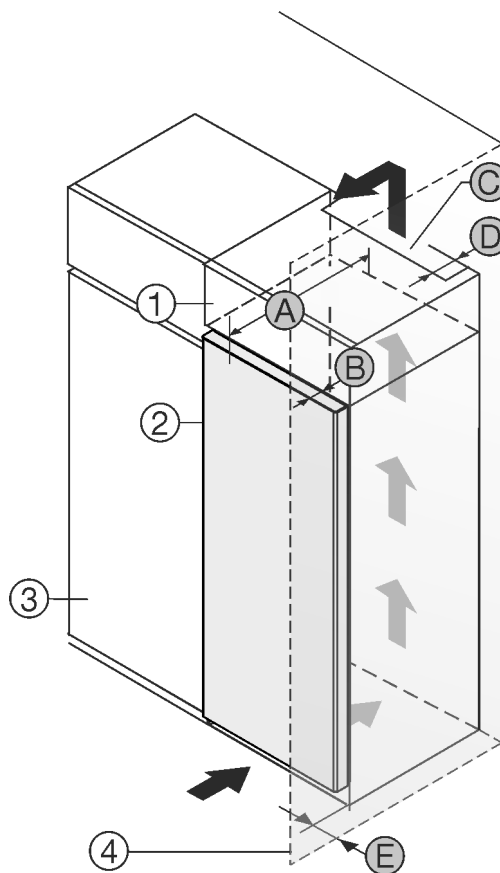

Fig. 1
- (1) Rehausse\*
- (2) Appareil\*
- (3) Placard de cuisine\*
- (4) Mur\*
- (A) Profondeur de l'appareil\*
- (B) Profondeur de porte\*
- (C) Section de ventilation\*
- (D) Distance du dos de l'appareil\*
- (E) Distance par rapport au côté de l'appareil\*
Vous pouvez placer le réfrigérateur directement à côté de l'armoire de cuisine Fig. 1 (3)\*.
Une sortie d'air avec la profondeur Fig. 1 (D) doit être présente au dos de la rehausse sur toute sa largeur.\*
La section de ventilation Fig. 1 (C) sous plafond doit être respectée.\*
Si le réfrigérateur est installé avec les charnières près d'une paroi Fig. 1 (4), la distance entre le réfrigérateur et la paroi doit être d'au moins 13 mm.\*
Si le réfrigérateur est installé avec les charnières près d'une paroi Fig. 1 (4), la distance entre le réfrigérateur et la paroi doit être d'au moins 20 mm.\*
Pour pouvoir ouvrir complètement les portes, le réfrigérateur doit dépasser de la profondeur de la porte Fig. 1 (B) par rapport à la façade du placard. L'appareil peut déborder encore plus en fonction de la profondeur des placards Fig. 1 (3) et de l'utilisation de cales d'épaisseur.\*